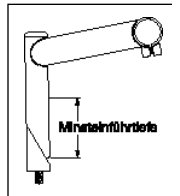

Fig. 1
4. Bei Lenkern mit Gewinde schieben Sie den Vorbau bis zu einer minimalen Tiefe entsprechend den Vorschriften der CPDC- und JIS-Norm ein. Die Einschubtiefe des Vorbaus muß mindestens das 2,5-fache des Durchmessers des Vorbaus betragen, gemessen vom unteren Ende des Vorbaus, nicht des Keils (siehe Abb. 1).